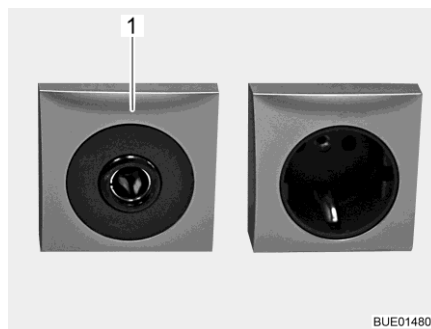

Fig. 184 Caja de enchufe 12 V/10 A
- ▷ Conectar únicamente aparatos con máximamente 10 A a las cajas de enchufe (Fig. 184,1) de la red de a bordo de 12 V.